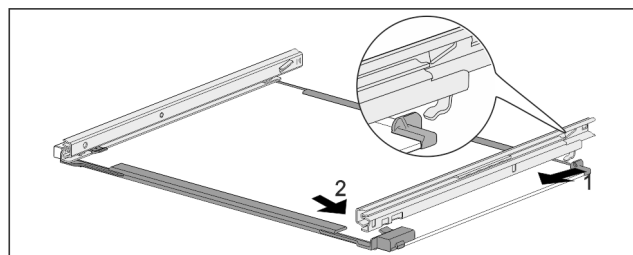

Fig. 175 Steklena plošča z vodili
- ▶ Vodilo obesite na kavelj na zadnji strani. Fig. 175 (1)
- ▶ Vodilo zaskočite na sprednji strani. Fig. 175 (2)